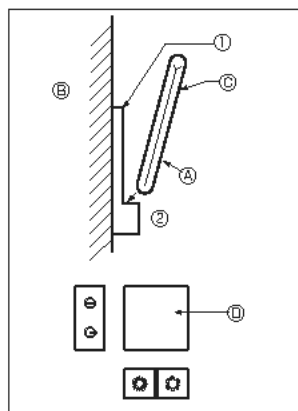
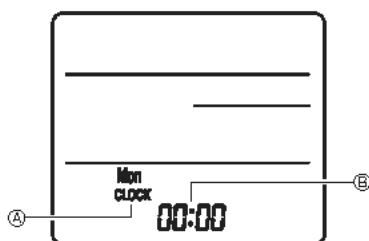

Fig. 7-7
Fig. 7-8
2) Método de instalação (Fig. 7-7)
① Fixe o suporte do controlo remoto no local desejado com 2 parafusos de derivação.
② Coloque a extremidade inferior do controlo remoto no suporte.
③ Controlo remoto ④ Parede ⑤ Painel de visualização ⑥ Recetor
3) Definição [Definição Clock (Relógio)] (Fig. 7-8)
① Introduza as baterias ou prima o botão **CLOCK** com um objeto afiado.